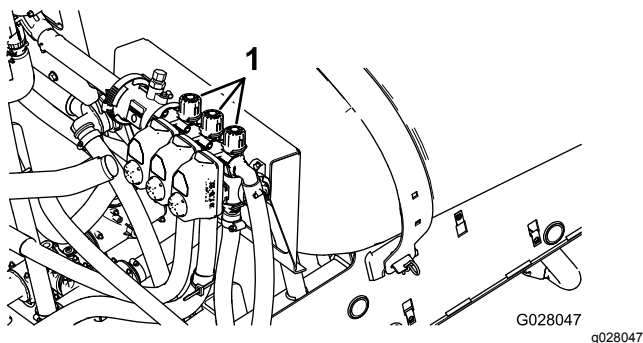

Figura 86
2. Spegnete l'interruttore della sezione sinistra e regolate la valvola di bypass della sezione sinistra (Figura 86) fino a quando la pressione visualizzata non corrisponde al livello precedentemente regolato (normalmente 2,75 bar).
4. Regolate la valvola di bypass della sezione destra (Figura 86) fino a quando la pressione visualizzata non corrisponde al livello precedentemente regolato (normalmente 2,75 bar).
6. Regolate la valvola di bypass della sezione centrale (Figura 86) fino a quando la pressione visualizzata non corrisponde al livello precedentemente regolato (normalmente 2,75 bar).